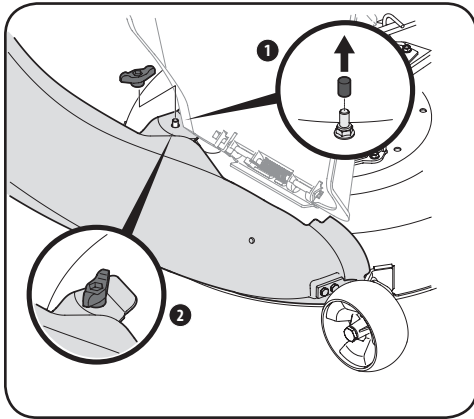

Figura 4-26
- Retire el tapón protector de goma del pasador de plataforma, 1 en la Figura 4-26.
- Eleve el deflector del canal (2 en la Figura 4-26) sobre la plataforma y sosténgalo mientras instala el adaptador de canal (731-10133) (3), que se incluye en el paquete de herrajes 689-01419, sobre la plataforma como se muestra en la Figura 4-26.